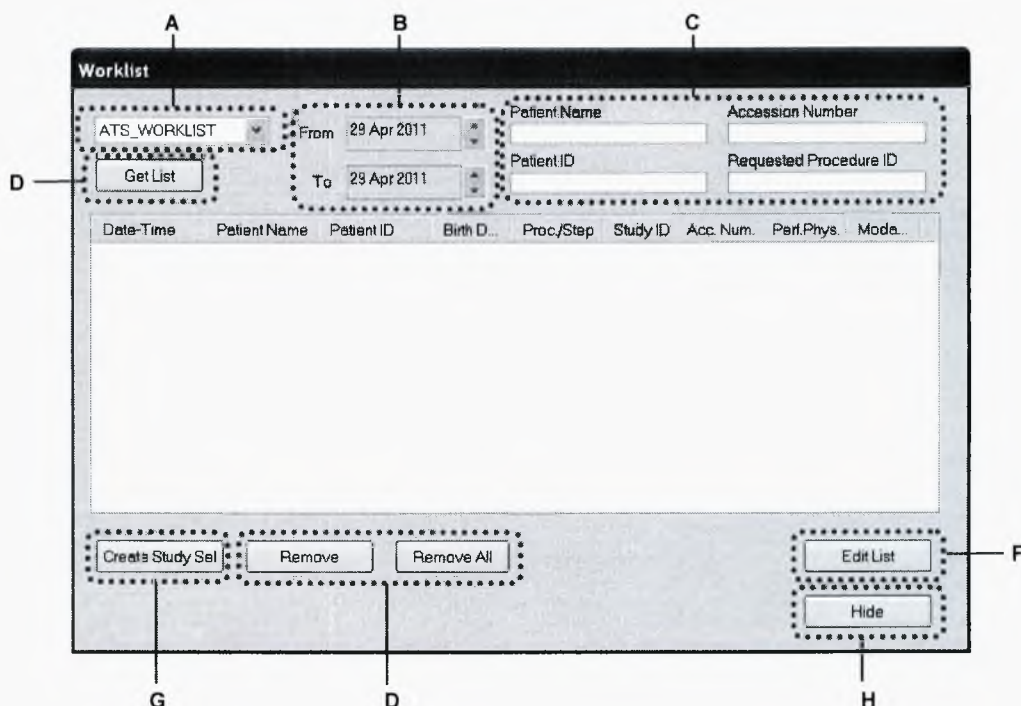

Рисунок 131
10.1.3 Для обновления списка откройте меню **Рабочий список** (см. рисунок 131) при помощи соответствующей иконки –  – , а затем выполните следующие шаги: